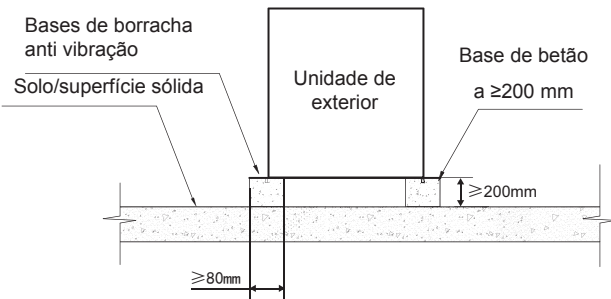

Fig. 6-4. Vista frontal da estrutura da base
- 4) É apresentado um desenho de base em betão típico na Fig. 6-4. Uma especificação típica de betão é de 1 parte de betão para 2 partes de areia e 4 partes de brita com barra de reforço de aço. As arestas da base deverão ser chanfradas.